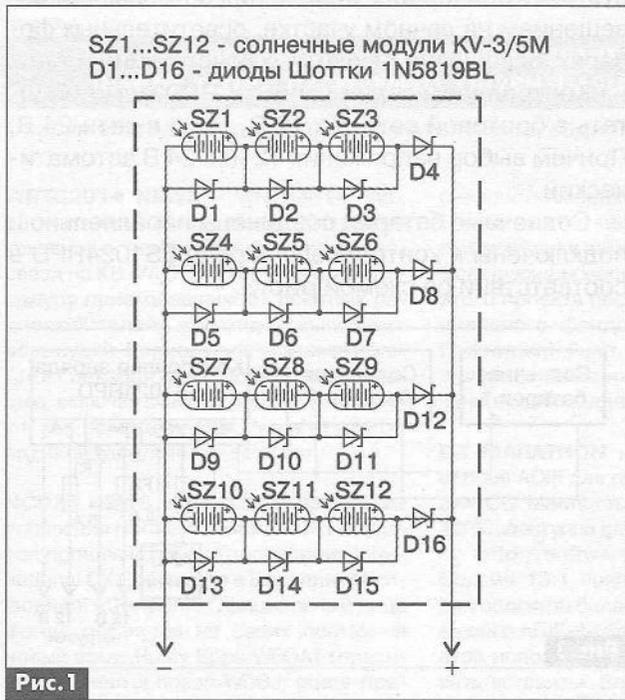

Рис. 1
ской литературе его называют bypass diode), а последовательно в каждую ветвь солнечной батареи следует включить разделительный диод (blocking diode), как показано на принципиальной схеме солнечной батареи (рис. 1).
натов, соединенных по схеме рис. 1, и защитного листа фанеры. Весь этот «бутерброд» помещен в раму из алюминиевого уголка и закреплен саморезами.
6. Собирают схему в соответствии с рис. 1. При этом на контакты ламинатов и на диоды следует надеть термоусадочную трубку и прогреть ее.